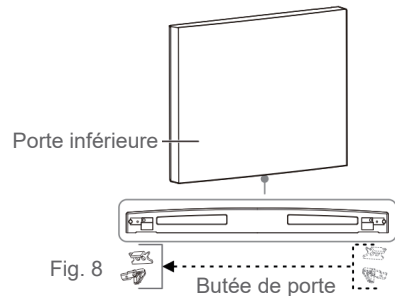

Fig. 8
8. Sur la porte inférieure, retirez la butée après avoir desserré sa vis en bas à droite, puis fixez la butée en bas à gauche à l'aide de la vis (→ Fig. 8).